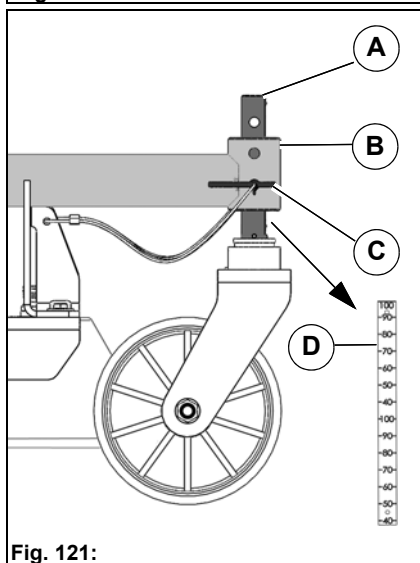

Fig. 121:
2. Retirer le boulon de verrouillage **Fig. 121-C** et déplacer l'axe **Fig. 121-A** de la fourche dans le manchon **Fig. 121-B** du montant de la roue jusqu'à ce que la hauteur de coupe souhaitée soit réglée. À l'aide des deux trous de brochage dans le manchon, la hauteur de coupe peut être réglée au centimètre près.
3. La hauteur de coupe est indiquée sur l'étiquette **Fig. 121-D**.